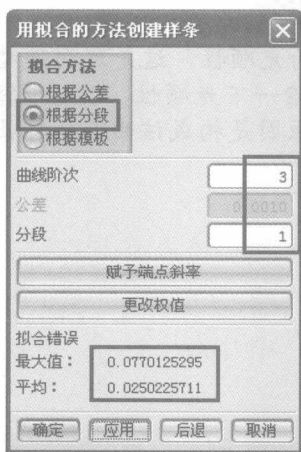

图 1-4
(3) 选择【全部成链】选项，在绘图区选择点数据两端的点作为起点和终点，起点和终点中间所有点将被选中，弹出如图 1-4 所示对话框。在【拟合方法】类型中选择【根据分段】，【曲线阶次】文本框中输入 3，【分段】文本框中输入 1，单击【应用】按钮，在绘图区生成样条线，对话框最下方的【拟合误差】区域显示最大值和平均值。